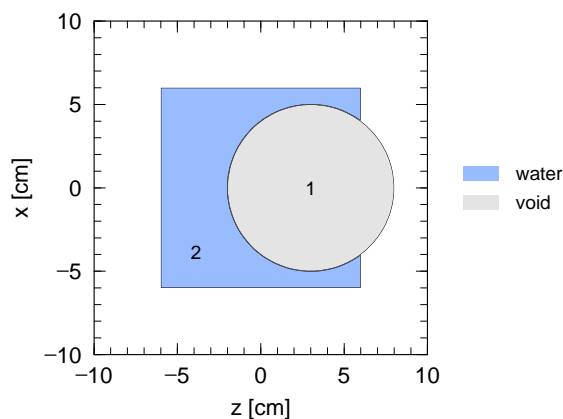

図 13: 例題 (4) の空間を xz 平面で切り取った断面図。セル番号 1 の領域はボイド (真空) とし、セル番号 2 の領域には水を満たした。
[surface] セクションは例題 (3) と同じです。5 行目で“立方体の内側でかつ球の外側”の領域を記号  $\square$  (空白) を用いて記述しており、これをセル番号 2 と定義しています。また、本例題では [material] セクションで“water”を物質番号 1 として定義しており、セル番号 2 の領域には粒子密度が  $1.0 \times 10^{24}$  atoms/cm3 の“water”が満たされています。図 13 に結果を示します。ただし、xz 平面で切った断面図です。セル番号 1 は 4 行目で定義しており、この球の中はボイドとしています。外部ボイドの定義は 6 行目で行っており、セル番号 1 と 2 の領域を除いた他の全てが外部となっています。